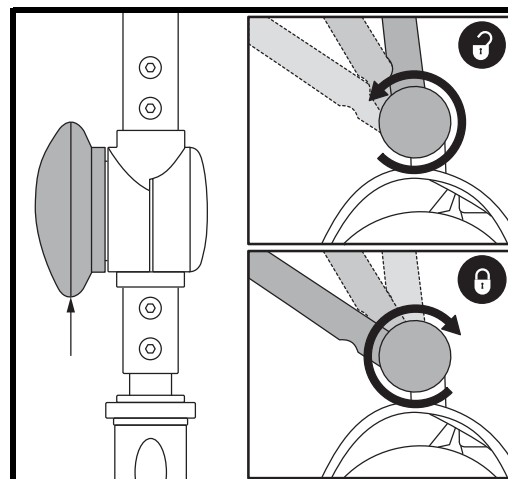

Abb. 17. Lenkersicherungshebel
## EINSTELLUNG DES LENKERWINKELS (Siehe Abb. 17)
1. Entfernen Sie den Sitz und das Batteriepack (siehe „Vorgehensweise zur Zerlegung“ auf der vorherigen Seite), senken den Lenker ab und ziehen den Lenkersicherungshebel an. **Siehe Abb. 17.**
3. Den Hebel anheben und fest den Lenkersicherungshebel drücken. **Siehe Abb. 17.**